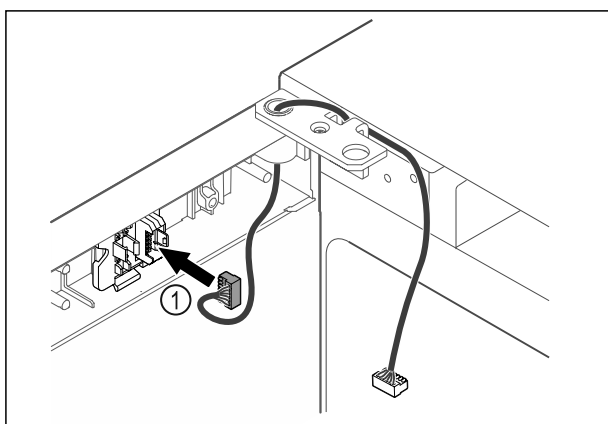

Fig. 64
- Zasuňte zástrčku Fig. 64 (1) do držáku zástrčky.